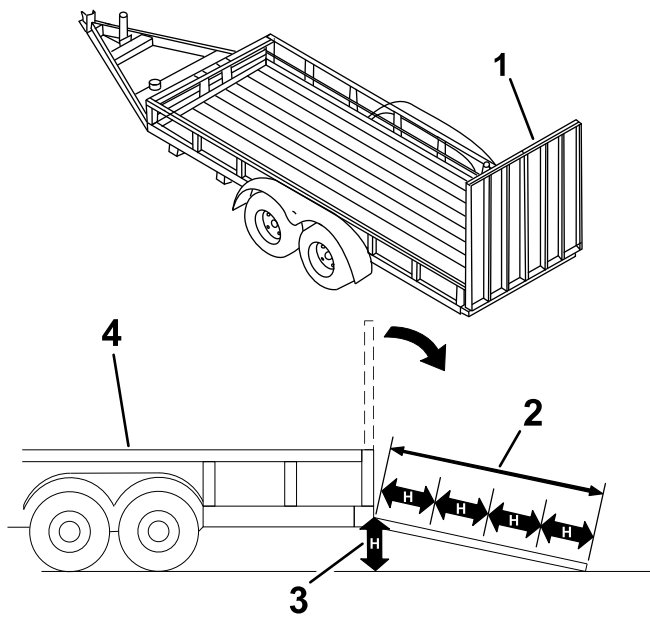

Bild 24
Beim Verladen einer Maschine auf einen Anhänger oder Pritschenwagen erhöht sich die Gefahr, dass die Maschine umkippt und schwere oder tödliche Verletzungen verursacht (Bild 24).
3. Senken Sie die Rampe (Bild 24).